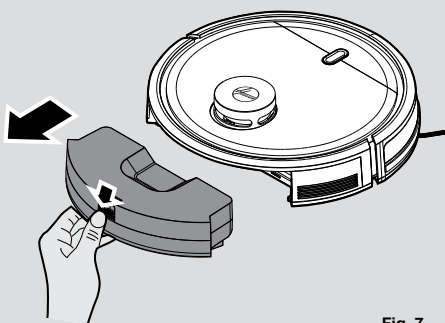

Fig. 7
1. Trykk på slippknappen og dra den ut. [Fig. 7]
1. Etter støvsugingen fjerner du støvbeholderen, trykker på utløserknappen og trekker den ut. [Fig. 7]